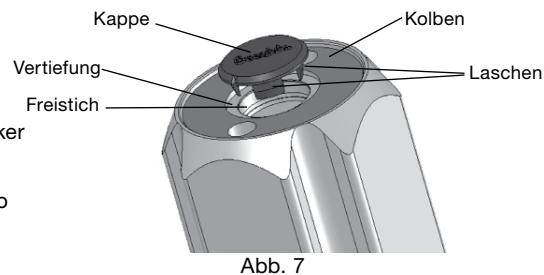

Abb. 7
2. Die neue **Kappe** in die **Vertiefung** pressen, so dass die **Laschen** am **Freistich** des **Kolbens** zusammengepresst werden. Siehe Abb. 7.